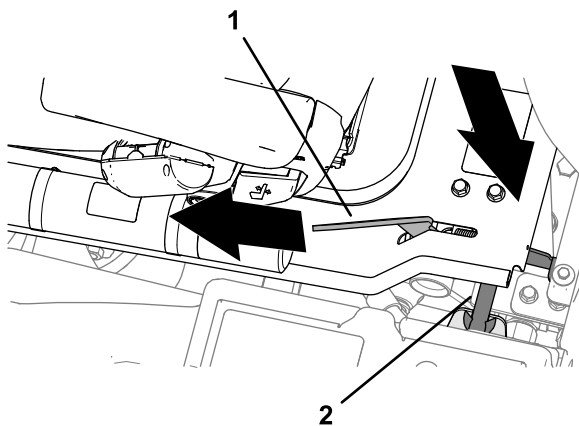

Figura 43
2. Quando la pedana si è abbassata quasi completamente, spostate la maniglia di fermo della pedana (Figura 43) verso la parte anteriore della macchina.